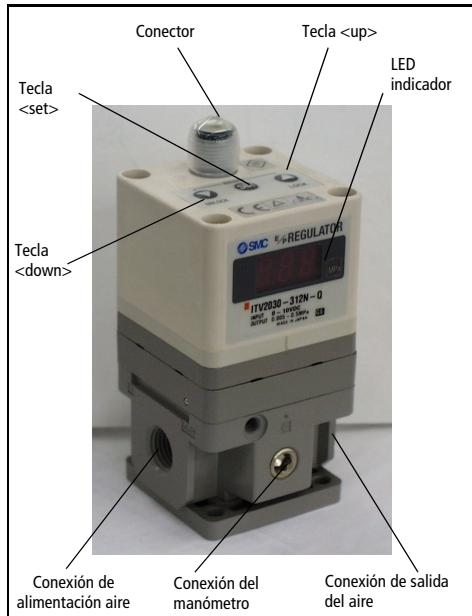

Fig. 1 (Imagen de la serie ITV2000)
Presione las teclas 'Up' y 'Down' (Fig 1) conjuntamente durante más de 3 segundos. El indicador muestra 'RES'. Para que las presiones mínima y máxima y las salidas digitales P1 y P2 vuelvan a su condición inicial, libere las teclas.
Tras conectar la alimentación, las teclas se bloquean y no son utilizables. 'Loc' Si se presiona cualquier tecla, en el display (Fig.1) parpadea la indicación 'Loc'.
- 1) Presione la tecla 'Down' (Fig 1) durante más de 2 segundos.
- 3) Presione la tecla 'set' (Fig 1) para bloquear.
Nota: Para anular, presione la tecla 'Up' (Fig 1).
- 1) Presione la tecla 'Up' (Fig 1) durante más de 2 segundos.
- 3) Presione la tecla 'Set' (Fig 1) para bloquear.
Nota: Para anular, presione la tecla 'Down' (Fig 1).
Si el equipo ITV2000 detecta alguna anomalía el indicador LED (Fig 1) muestra 'Er' seguido de un código. Desconecte la alimentación, averigüe el problema y resuélvalo. Tras corregir el fallo, reinstaure la alimentación eléctrica.